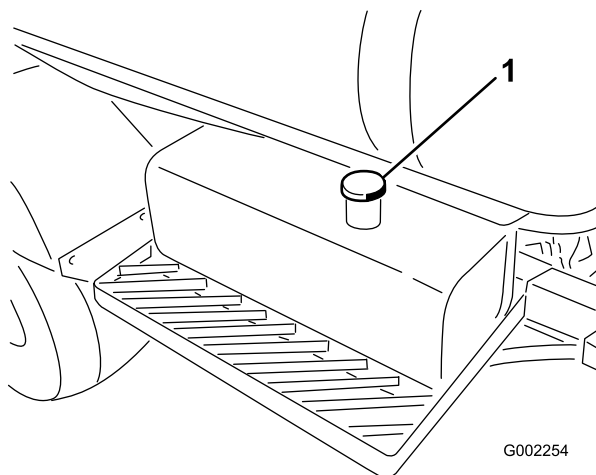

Figura 58
3. Limpie la zona alrededor del tapón del depósito de aceite hidráulico y retire el tapón (Figura 58).